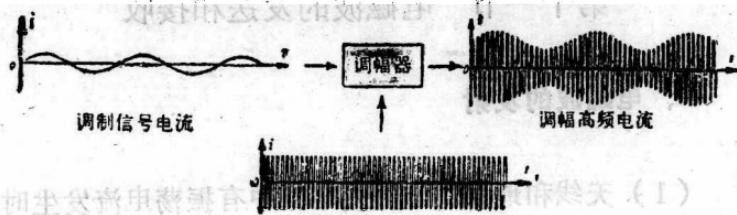

图 13-59
(2) 调制 人们通过实践发现，如果设法把音频信号加在高频电磁波上，利用电磁波运载音频信号，就象用火车运送货物一样，把音频信号（即广播电台的节目）传到远处。到达目的地后，再把音频信号从电磁波里取出来，通过喇叭把它还原成声音，好象在货物到达目的地后，从火车上卸下来一样。货物好比音频信号，火车好比电磁波。这种把音频信号加在电磁波上的过程，叫做电磁波的调制。用来运载音频信号的电磁波称为载波。如果设法使载波的振幅随着传送的音频信号成比例地变化，那么就可以说是将信号加到载波上去了，这样的过程叫做调幅。图 13-59 是调幅波产生过程的示意图。